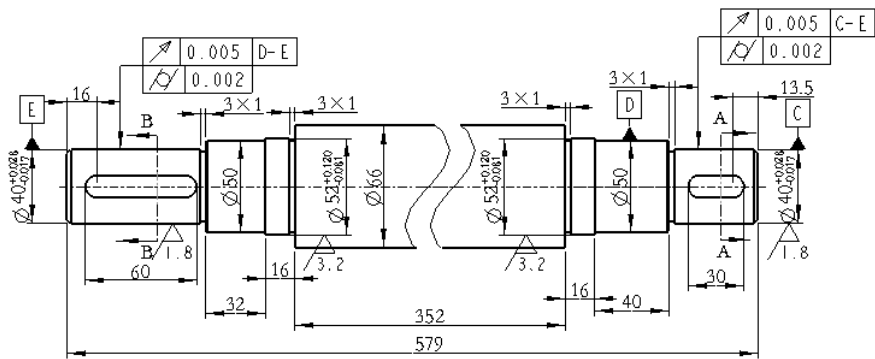

图 5.9.26 添加表面粗糙度符号
(2) 在“表面粗糙度”对话框中单击 **可变文本(V)** 选项, 在 **roughness_height** 文本框中输入数值 1.6, 在图纸空白处单击鼠标中键。
Step4. 参照上面的步骤, 添加图 5.9.26 所示的另外三个表面粗糙度符号。